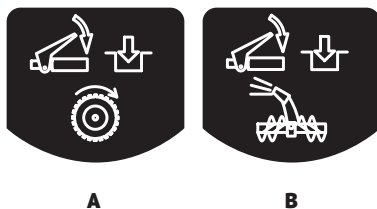

Рис. 18
- Управление шнеком расположено на правой ручке снегоборщника (рис.18 В).
- Управление ходом движения расположено на левой ручке снегоборщника (рис.18 А).